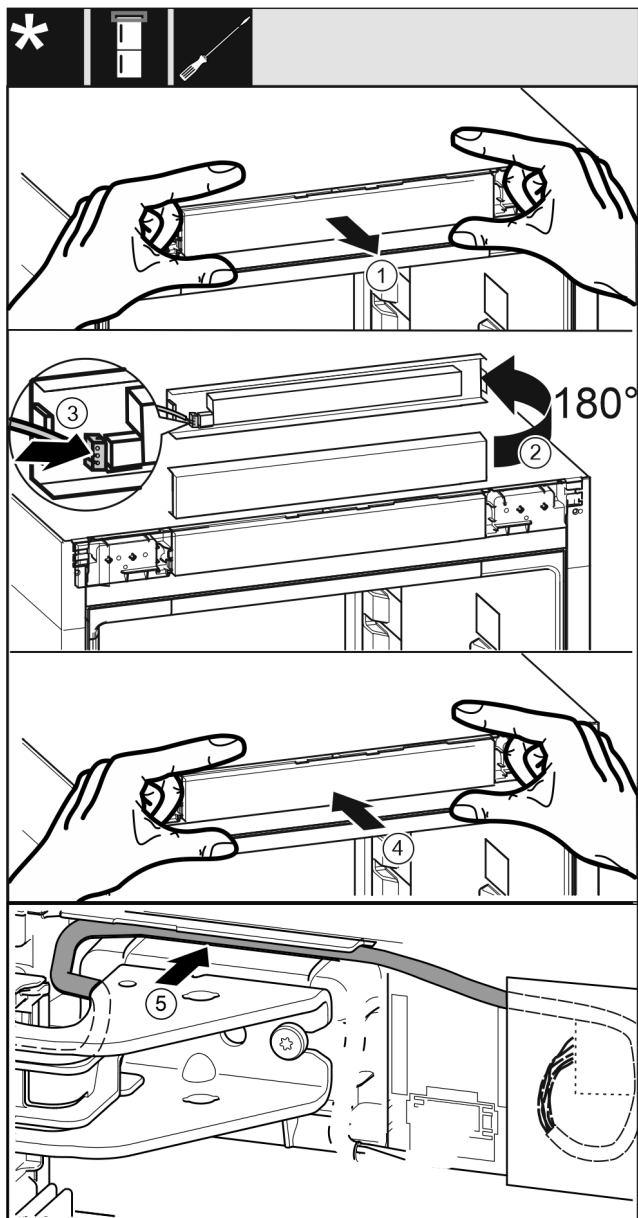

Fig. 43
- ▶ Внимателно извадете капачката с елементите за управление. Fig. 43 (1)
- ▶ Завъртете капачката нагоре на 180°. Fig. 43 (2)
- ▶ Фиксирайте щекера към капачката с елементите за управление. Fig. 43 (3)
- ▶ Фиксирайте отново капачката с елементите за управление към уреда. Fig. 43 (4)
- ▶ Внимателно прокарайте сивия кабел във водача над горната лагерна стойка. Fig. 43 (5)